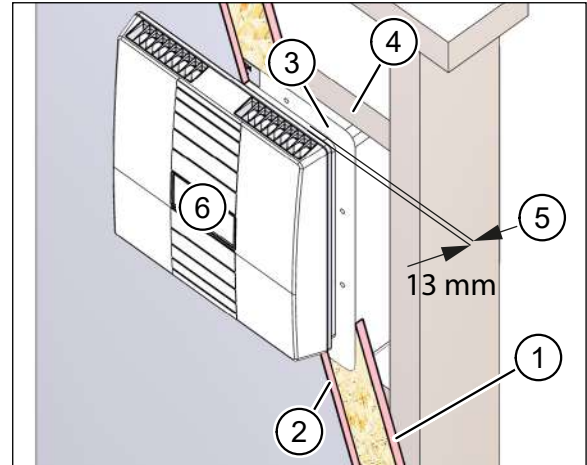

Abb. 12: Luftspalt 13 mm
- Die Innenwandverkleidung besteht aus einer 15 mm starken OSB-Platte (Pos. 1 in Abb. 12) und einer 12,5 mm starken Gipskartonplatte (Pos. 2 in Abb. 12).
- Die Frontfläche des Mauerkastens (Pos. 3 in Abb. 12) steht 15 mm über die beiden Riegel (Pos. 4 in Abb. 12) über. In diesem Fall schließt die OSB-Platte bündig mit der Frontfläche des Mauerkastens ab.
- Der Luftspalt (Pos. 5 in Abb. 12) von 13 mm zwischen der Frontfläche des Mauerkastens und dem Gehäuse des Lüftungsgeräts (Pos. 6 in Abb. 12) wird durch die 12,5 mm starke Gipskartonplatte aufgefüllt. Die verbleibende Schattenfuge von 0,5 mm kann verfugt werden.